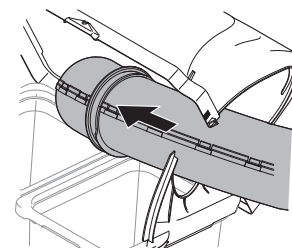

Figure 28
3. Soulevez le couvercle du bac récupérateur, puis installez la goulotte supérieure dans l'ouverture comme indiqué dans la Figure 28.